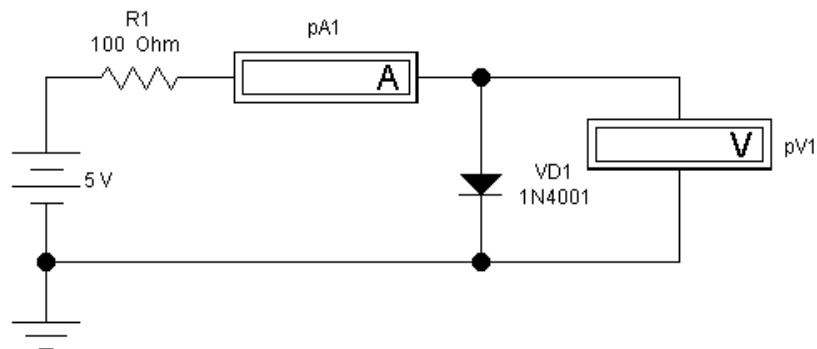

Рисунок 4.3 – Схема для зняття вольт-амперної характеристики випрямного діода при прямому включенні
1. Запустити програму Electronic Workbench. Набрати схему дослідження випрямного діода при прямому включенні (рисунок 4.3).